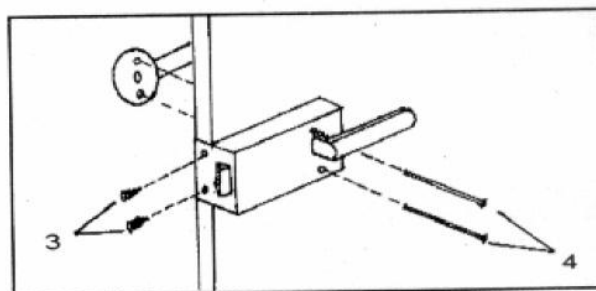

FIGURA 4
5. Com os parafusos 3 e 4, coloque o trinco na porta conforme mostra a figura 4 (próxima página). Este trinco deve ficar no lado oposto ao selo de identificação da porta e a sua classe de resistência ao fogo. Fixado o trinco, coloque a porca-calota na extremidade do parafuso 4.